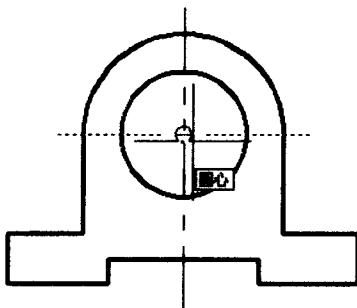

图 1-20 捕捉圆心
指定基点或位移, 或者[重复 (M)]: 捕捉圆心, 如图 1-20 所示。